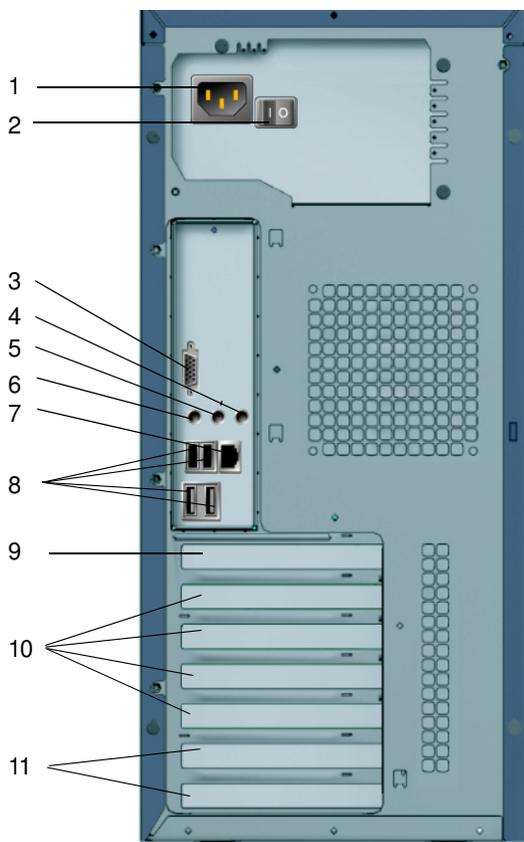

РИС. 1-2 Задняя панель
РИС. 1-2 показывает заднюю панель рабочей станции Sun Ultra 20.
- Если питание рабочей станции не отключается посредством команды операционной системы или данная команда не доступна, нажмите и отпустите кнопку питания (РИС. 1-2).